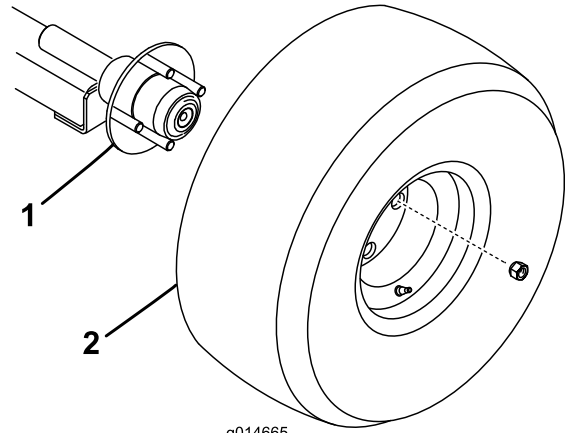

図 5
1. 各アクスルハブにホイールアセンブリラグナット 4 個を使用する図 5。ジャムナットを 108 N·m (11 kg·m = 80 ft·lb) にトルク締めする。